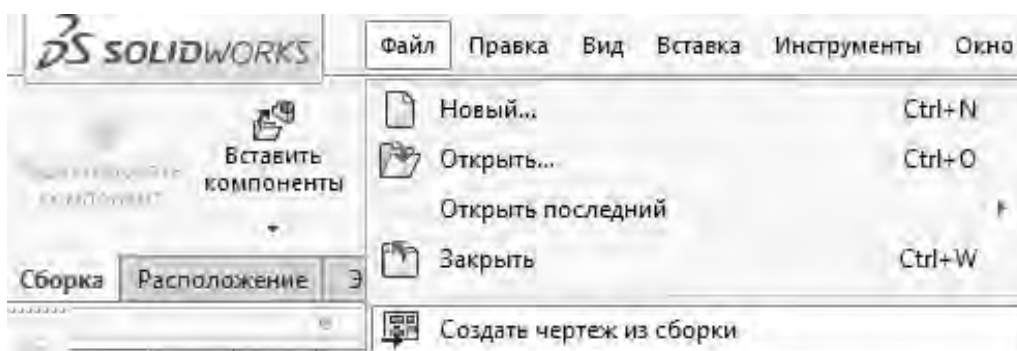

Рисунок 38 – Опция «СОЗДАТЬ ЧЕРТЕЖ ИЗ СБОРКИ»
– в случае работы с файлом сборки нажать «ФАЙЛ / СОЗДАТЬ ЧЕРТЕЖ ИЗ СБОРКИ» (рисунок 38);